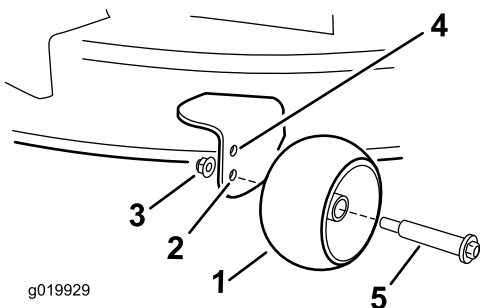

Рисунок 28
- Верхнее отверстие — используйте это положение, когда высота скашивания деки газонокосилки установлена в положение 63 мм и ниже (**Рисунок 28**).
- Нижнее отверстие — используйте это положение, когда высота скашивания деки газонокосилки установлена в положение 76 мм и выше (**Рисунок 28**).